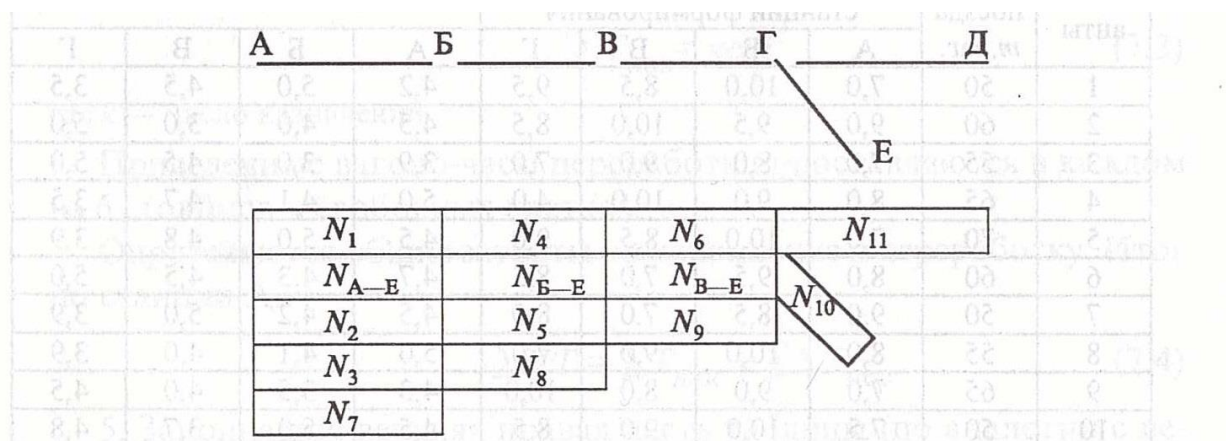

Рис. 7.1. Схема направления и совмещённый ступенчатый график вагонопотоков
1. Схема направления и совмещённый ступенчатый график плановых вагонопотоков, не охваченных отправительской маршрутизацией (рис. 7.1.)